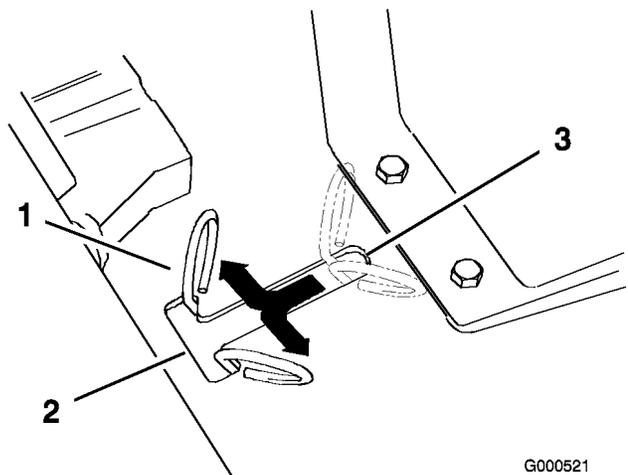

Figura 15
3. Alzate il sedile per raggiungere le leve di bypass (Figura 15).
4. Spostate in avanti le due leve di bypass, quindi verso l'esterno per bloccarle in questa posizione, come illustrato in Figura 15.
Spostatate le leve di bypass verso l'interno, quindi tiratele indietro fino in fondo alla fessura (Figura 15).